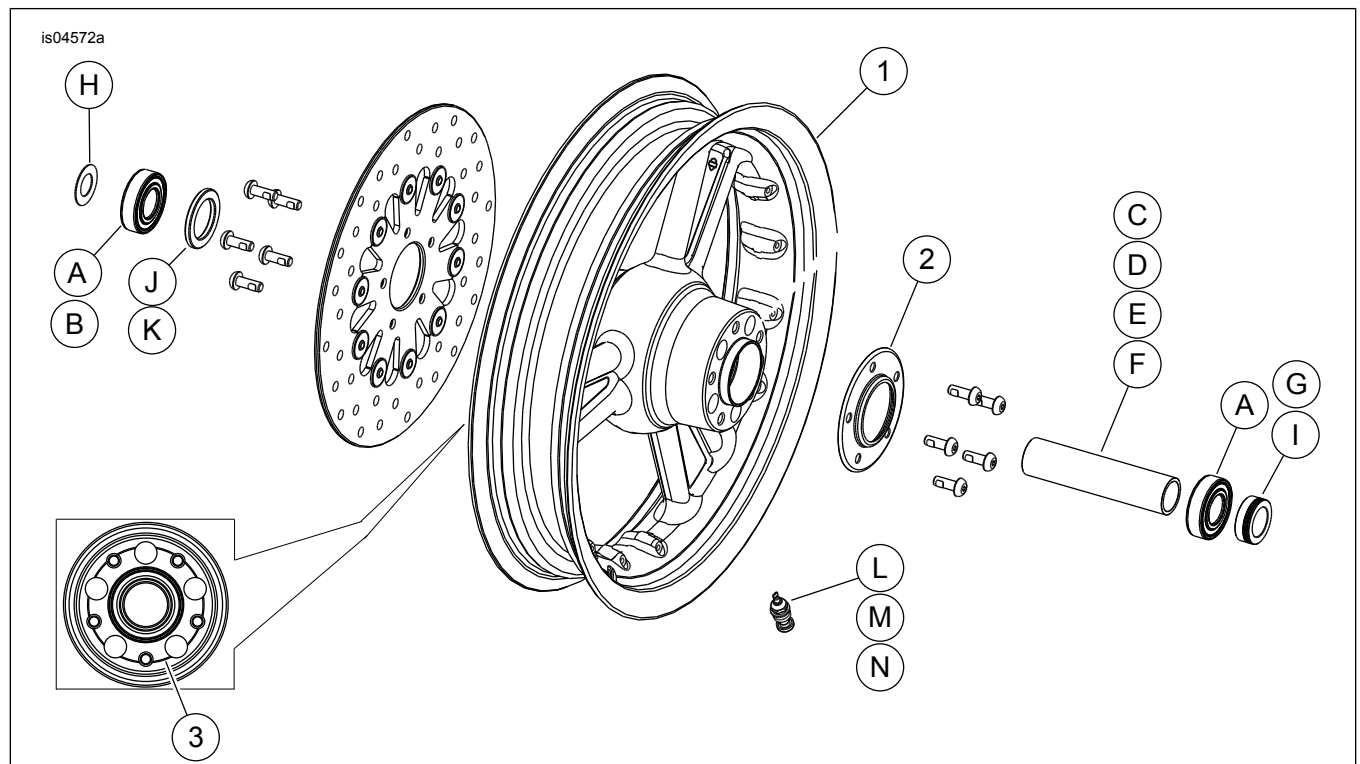

Figura 1. Piezas de servicio: Rueda delantera Detonator (se muestra la rueda de 16 pulg.)
Vea Figura 1 y Tablas de piezas de servicio.
2. Vea Figura 1. Instale el conjunto del vástago de la válvula (M) en la rueda. Vea NEUMÁTICOS en el Manual de servicio.